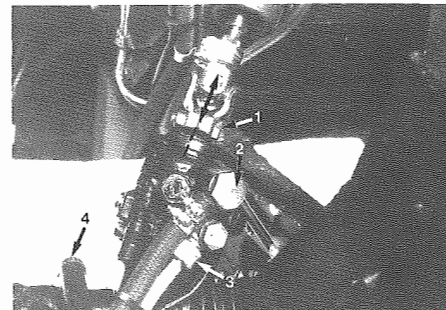

Fig. 3 - 1 - Vite fissaggio fascetta inferiore
- Estrarre la vite 1 sulla fascetta inferiore (**Fig. 3**). Aprire leggermente con un cacciavite la fascetta.
- Marcare con due segni di riferimento il profilo scanalato e la scatola (**Fig. 3**).
- From lower clamp (**Fig. 3**) take out screw 1. Using a screw driver slightly open out the clamp.
- Mark with two references the grooved profile and housing (**Fig. 3**).
- Staccare i tubi flessibili 2 e 3 (**Fig. 3**) dalla scatola e chiudere i raccordi con cappucci parapolvere.
- Allentare le 4 viti di fissaggio scatola al telaio (**Fig. 3**).
- Disconnect flexible lines 2 and 3 (**Fig. 3**) from the housing and close connectors with dust-caps.
- Slacken the 4 screws fixing housing to frame (**Fig. 3**).